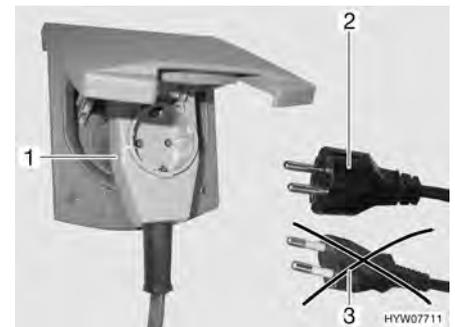

Fig. 137 Raccordement à un adaptateur coudé avec prise de courant
- ▶ Lors de l'utilisation d'un adaptateur coudé CEE 17 muni d'une prise à l'arrière (Fig. 137,1), se servir uniquement d'un connecteur en caoutchouc et scellé IP 44 avec contact de mise à la terre (Fig. 137,2). Ne pas utiliser de connecteur sans contact de mise à la terre (Fig. 137,3). Danger d'électrocution !